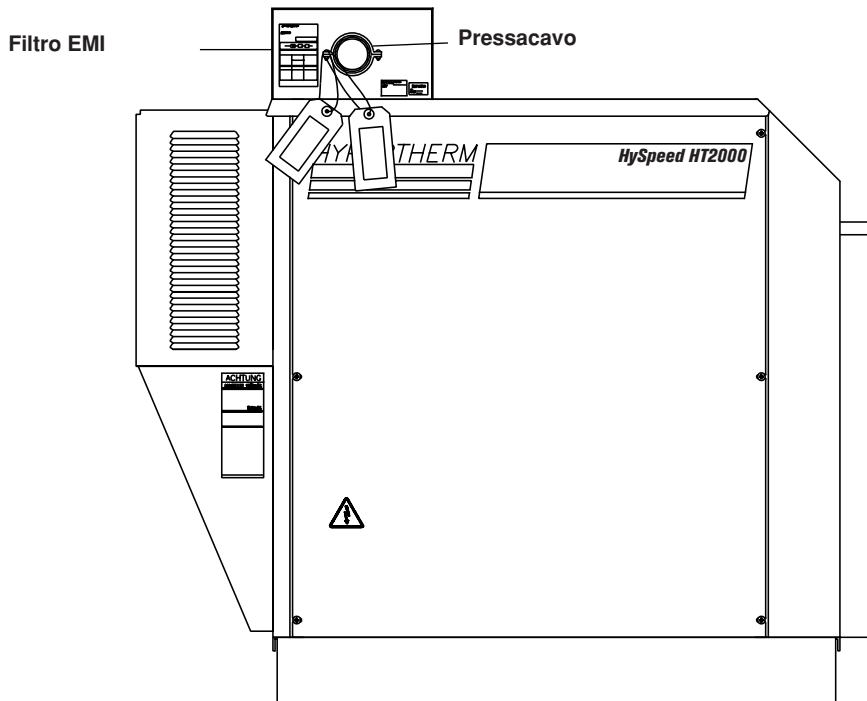

Figura a-1 Alimentatore HT2000 con filtro EMI – Vista laterale
1. Installare il filtro EMI sulla sommità posteriore dell'alimentatore (vedere Figura a-1).
3. Inserire il cavo di alimentazione nel pressacavo (Fig. a-1).